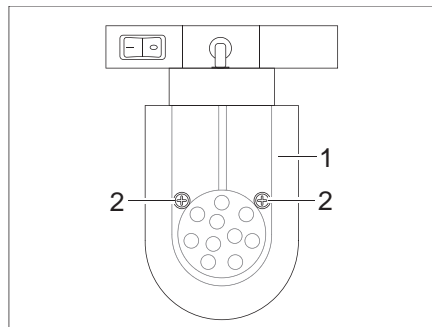

Bild 278 LED-Spotleuchte (verschiebbar)
- Befestigungsschrauben (Bild 278,2) lösen.
- Lampenglas (Bild 278,1) vorsichtig abnehmen.